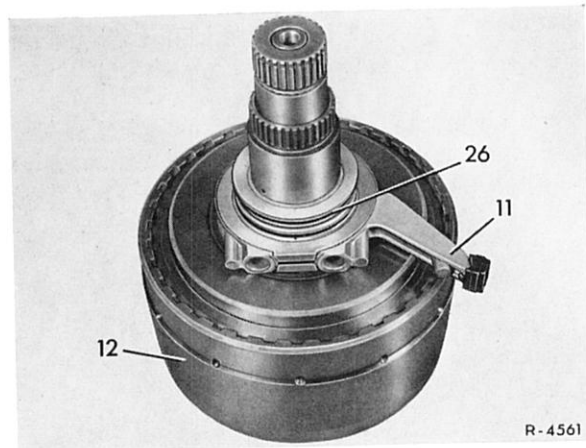

Bild 27-2/17
22 Ölzuführungshülse (11) in die Bremsbandtrommel B 2 (12) einsetzen (Bild 27-2/17).